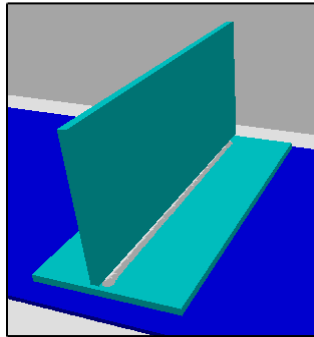

Figura 7-2: Soldadura de articulación en T
- **Soldadura de articulación en T:** En la Figura 7-2 se muestra una soldadura de articulación en T.